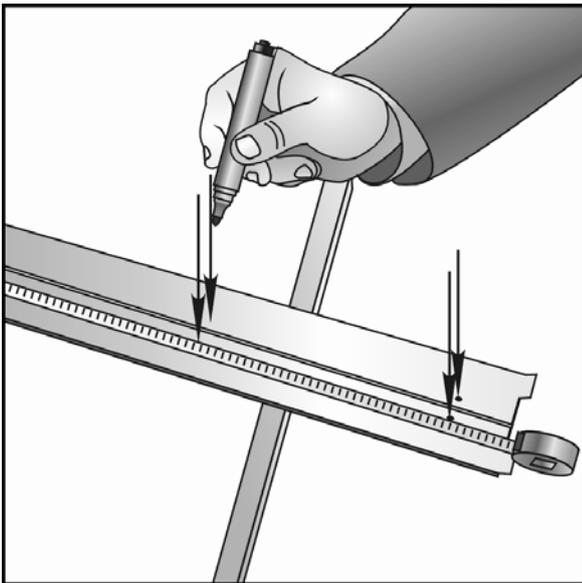
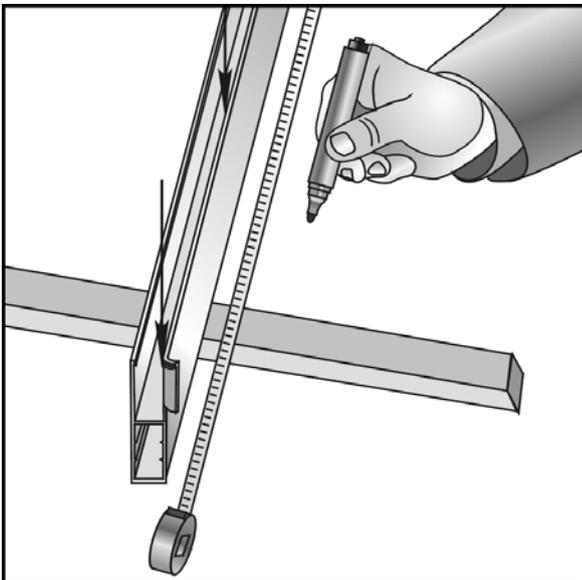

Рис. 2.1
Рис. 2.3
3. Разметить и сверлить отверстия $\varnothing 8$ мм в направляющих шинах через две стенки. Нижнее и верхнее отверстия выполнить на расстоянии 100...150 мм от обрезов шины. Остальные отверстия равномерно располагать по длине шины с шагом 450...500 мм (рис. 2.1, 2.2) — накладной монтаж, (рис. 2.3, 2.4) — встроенный монтаж.